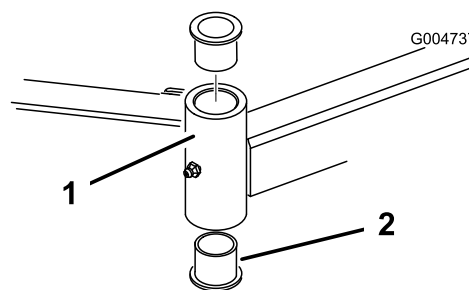

Figura 27
- Inserte un botador fino en la parte superior o inferior del tubo de montaje y dé golpes hasta retirar el casquillo del tubo (Figura 27). Retire también el otro casquillo del tubo. Limpie el interior de los tubos para eliminar toda suciedad.